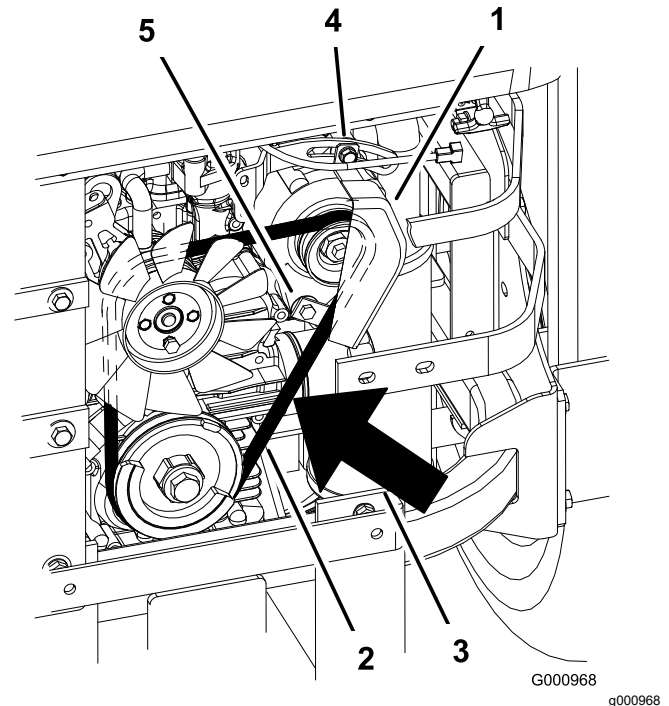

Bild 90
2. Stellen Sie die Lichtmaschine nach außen ein, sodass der Riemen zwischen den Motor- und Lichtmaschinenspannscheiben beim Aufbringen einer Kraft von 10 kg 7 mm bis 9 mm durchbiegt (Bild 90).
5. Wenn die Spannung richtig ist, ziehen Sie die untere und obere Schraube fest (Bild 90).